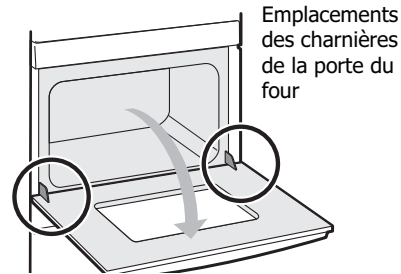

Figure 21 : Emplacement des charnières de la porte
1. Ouvrez complètement la porte du four de façon à ce qu'elle soit parallèle au sol (voir figure 21)
3. Ouvrez complètement la porte du four, parallèlement au sol (voir figure 21).